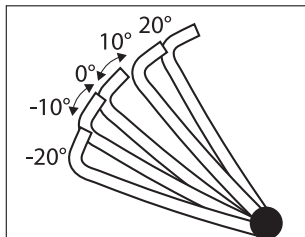

Рис. 3
2. Вращение верхней ручки по центру механизма регулировки угла позволяет отрегулировать соответствующий угол в прицеле от -20° до 20° , как показано на рис. 3.